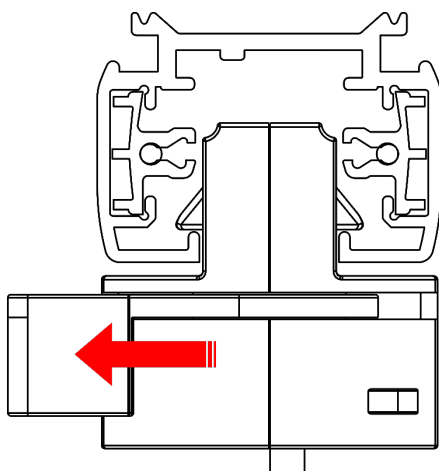

Fig. 12
- 04) Gire el **bloqueo de carril (06)** en el sentido contrario a las agujas del reloj para desbloquear el dispositivo (véase la Fig. 12).